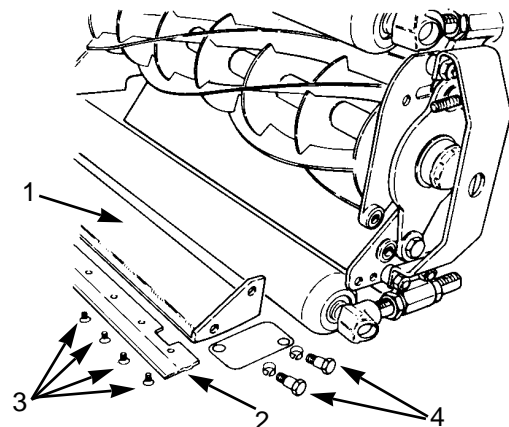

図 26
2. ベッドナイフの固定ネジを取り、ベッドナイフとベッドバーを分離する (図26)。ネジは廃棄する。